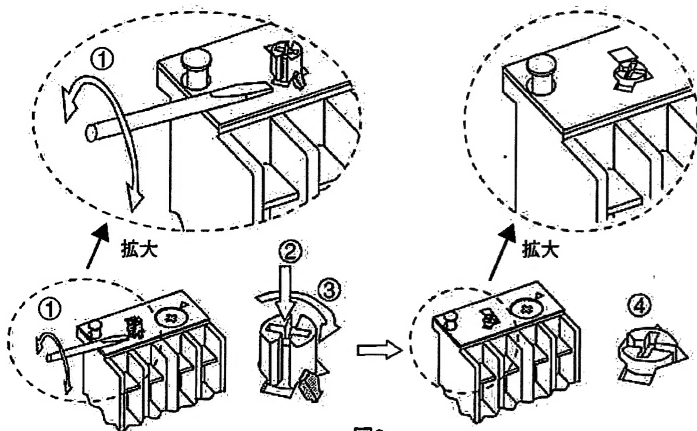

図8
- (5) 手動リセットから自動リセットに切替える場合は、①細いマイナスドライバなどを表示カバーの溝に入れ、ストップを削除してください。②③リセット棒を押しながら、時計方向に止まるまで回して、④のように保持されることを確認してください。(図8)
- (6) 自動リセット状態で二線式の回路の場合、サーマルリレーが自動リセットするとモータが自動的に再起動しますのでご注意ください。